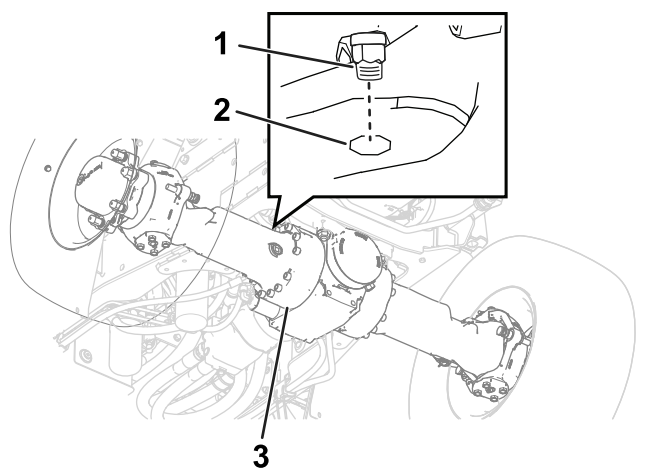
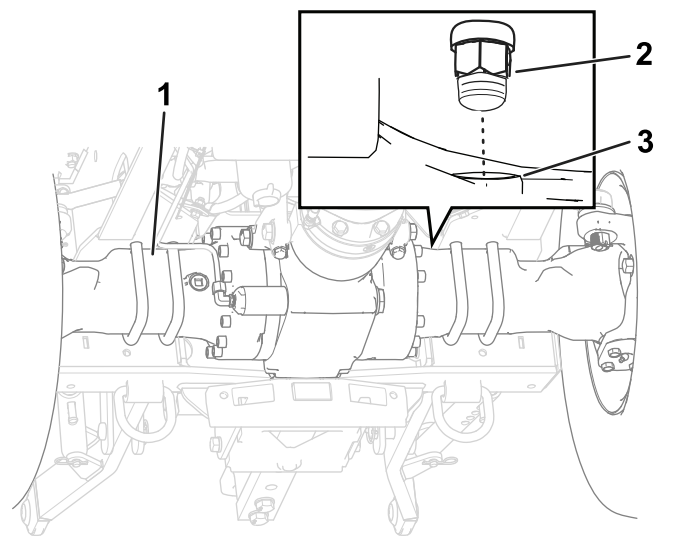

Figure 103
Figure 104
1. Nettoyez la surface autour des reniflards avec un solvant de nettoyage (Figure 103 et Figure 104).
2. Déposez les reniflards des ponts avant et arrière (Figure 103 et Figure 104).
5. Reposez les reniflards des ponts avant et arrière (Figure 103 et Figure 104).